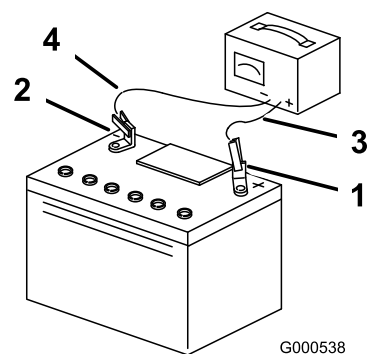

Рисунок 57
3. После полной зарядки аккумулятора отсоедините зарядное устройство от электророзетки, а затем отсоедините провода зарядного устройства от штырей аккумулятора (Рисунок 57).